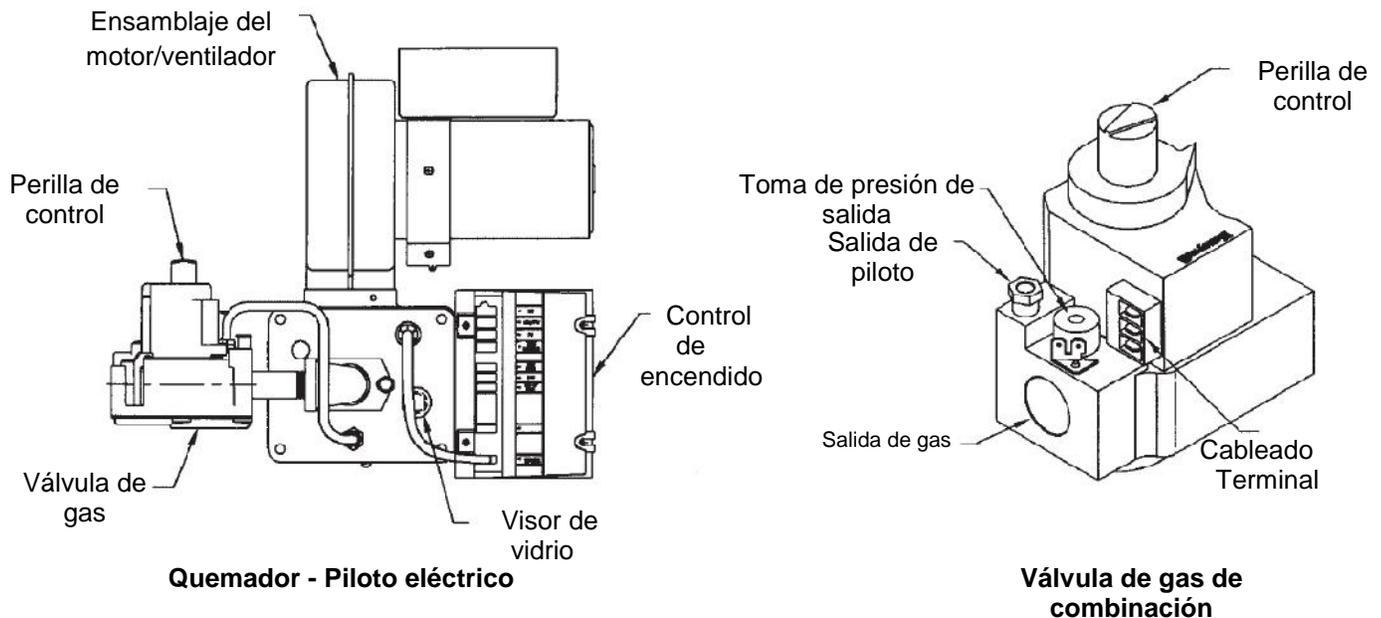

FIGURA 14
1. Presione la perilla de control de la válvula de gas en la válvula de gas de combinación y gírela a "OFF" (Ver Figura 14).